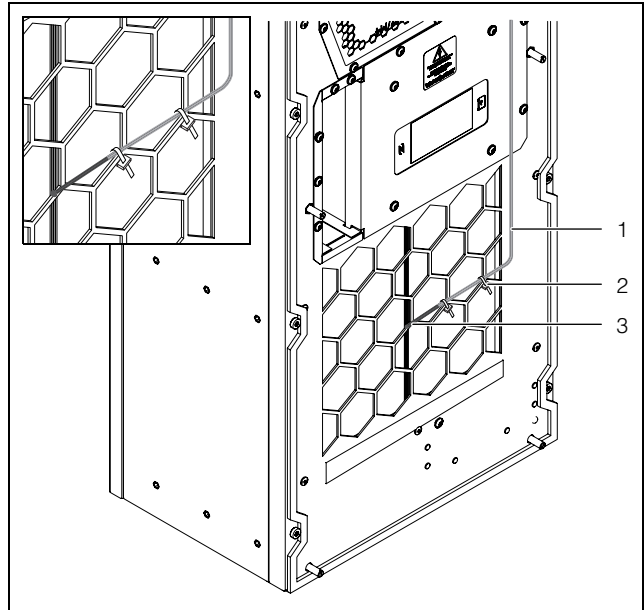

Fig. 43 : sonde de température devant la sortie d'air froid (exemple d'illustration)
- Installer la sonde de température au centre devant la sortie d'air froid du climatiseur (fig. 43).